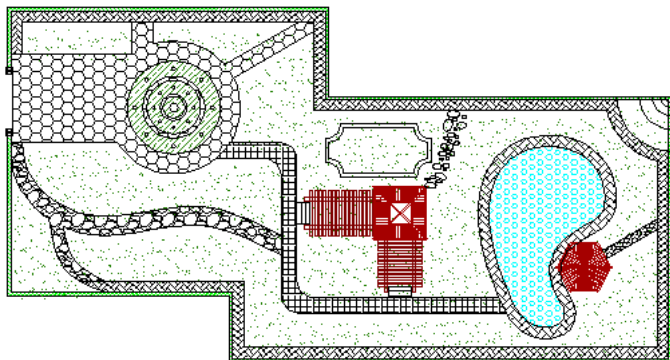

图 16.43 铺装广场和主要道
(5) 铺装沿湖边的道路。在填充图案对话框中，选择【AR-HBONE】图案类型。在【角度和比例】选项组中的【角度】文本框中输入 0，在【比例】文本框中输入 2.5，将图案调整到合适的比例。以拾取点的方式进行填充，结果如图 16.43 所示。